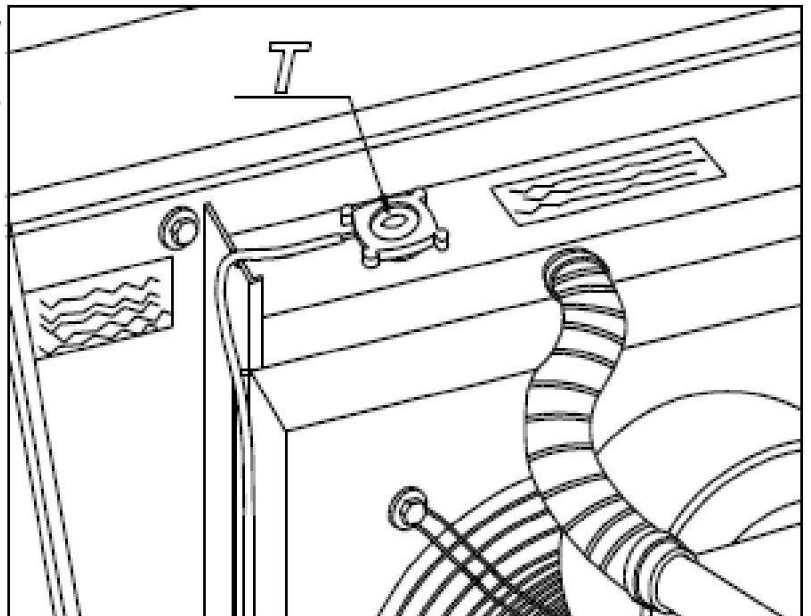

FIG. 9
- 7.1.5 Verificați nivelul lichidului de răcire din radiator (Fig.9).